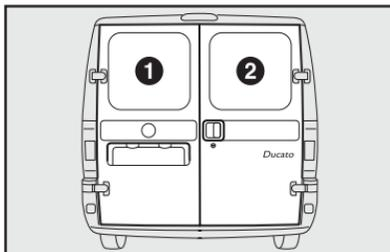

fig. 66
### Abertura manual da porta 2-fig. 66 pelo lado externo
### Fechamento manual da porta 2-fig. 66 pelo lado externo
### Abertura manual da porta (2) fig. 66 pelo lado interno (para algumas versões)
### Fechamento manual da porta (2) - fig. 66
### Abertura manual da porta (1) fig. 66
## Fechamento manual da porta (1) - fig. 66